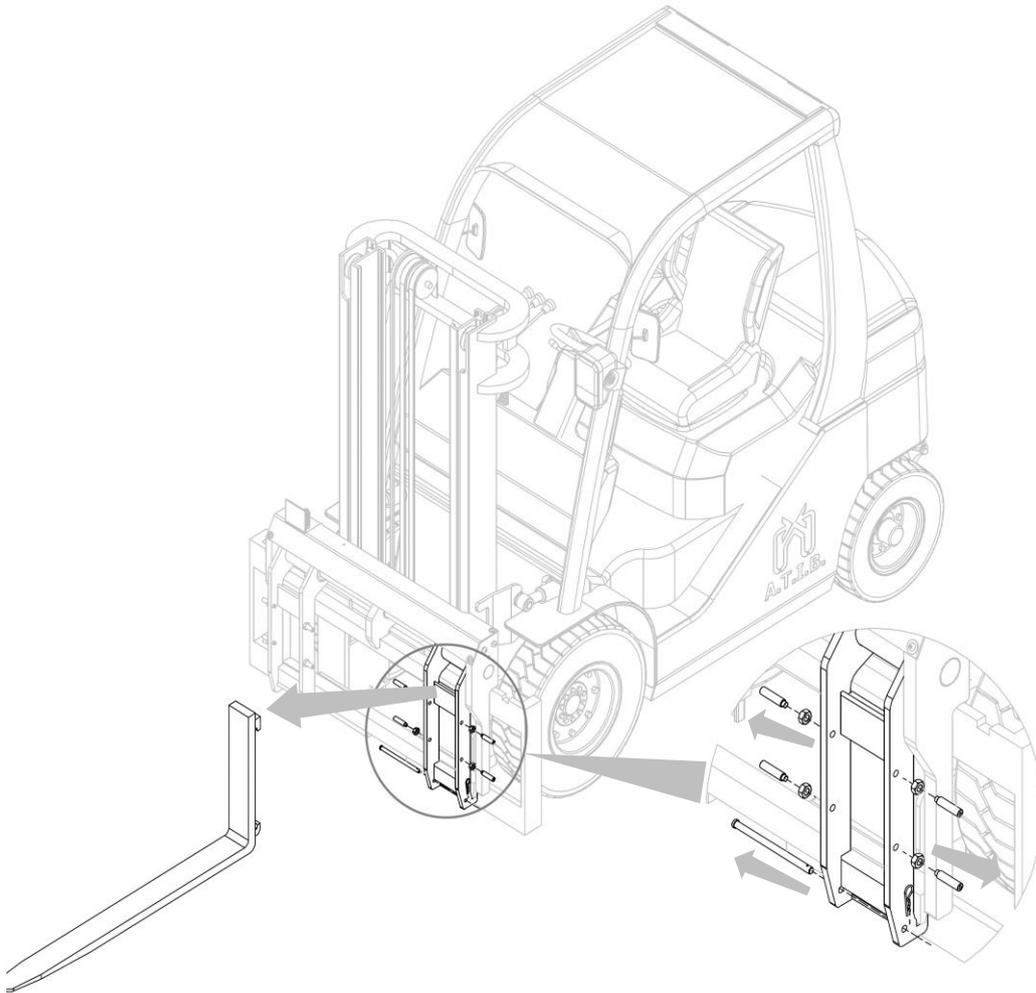

Figura 20
2. Retíre las horquillas después de desenroscar los topes de la horquilla y quitar los pasadores inferiores (mira *Figura 20*).